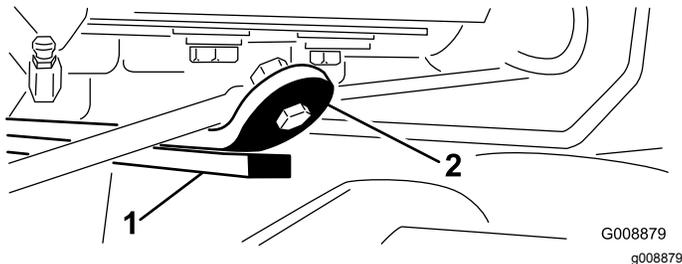

図 28
- 3. エンジンを始動し、昇降アームを上昇させて、後カッティングユニット上部にあるウェアバーとバンパーストラップとの間のすき間が図 28のように0.51-2.54mm になっていることを確認する。